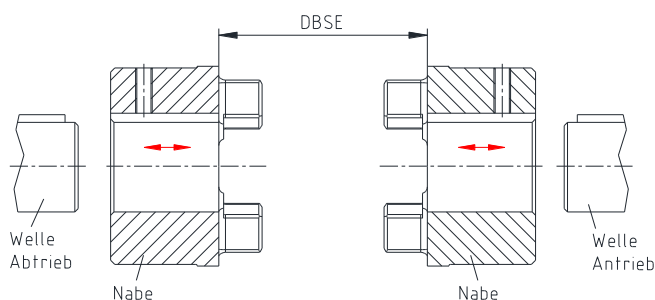

Bild 5: Montage der SPLIT-Naben
- Schieben Sie die SPLIT-Naben auf die Welle der An- und Abtriebsseite, bis die Nabenstirnflächen mit den Wellenenden bündig abschließen (siehe Bild 5).